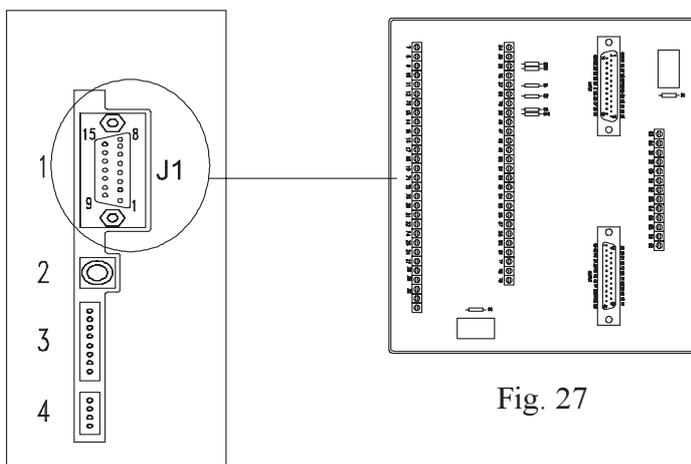

Fig. 27
- N) Sensore di rilevazione oggetto: vedi Fig.27